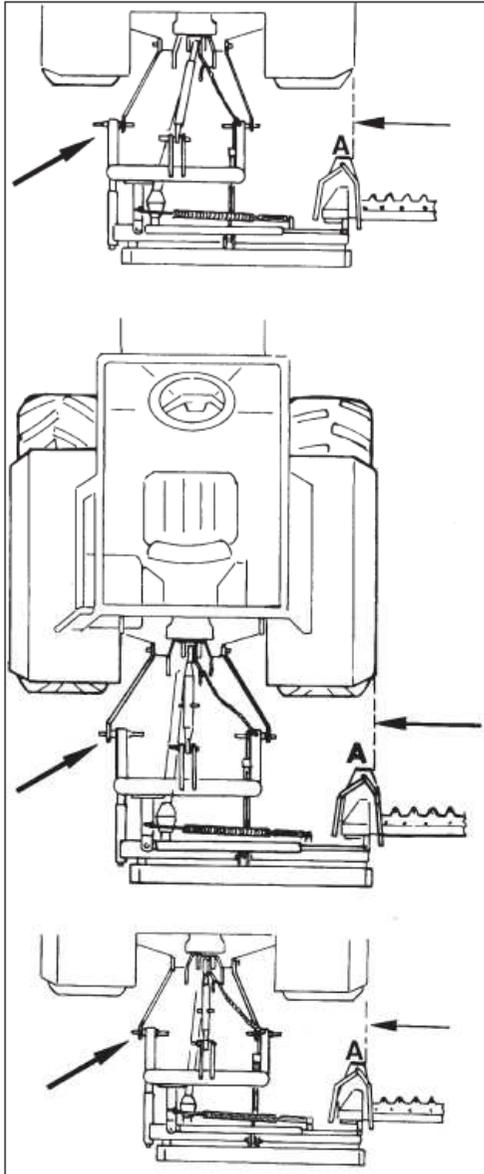
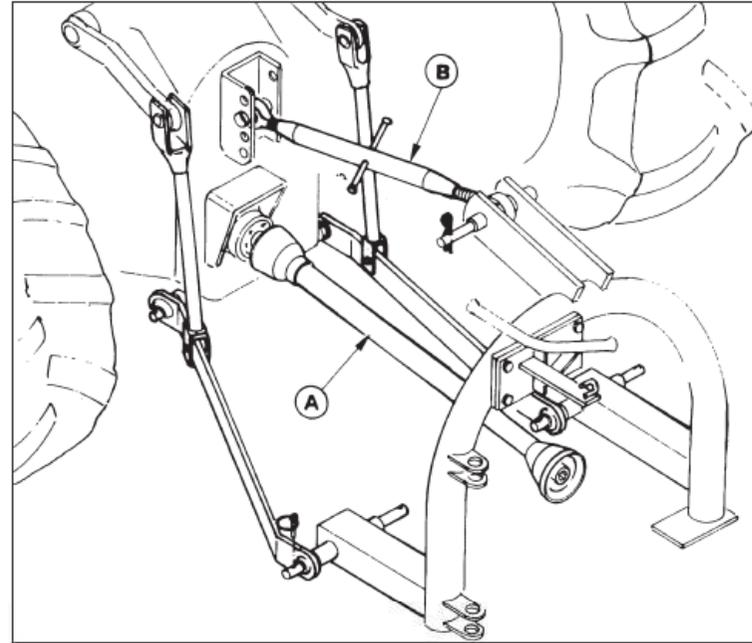
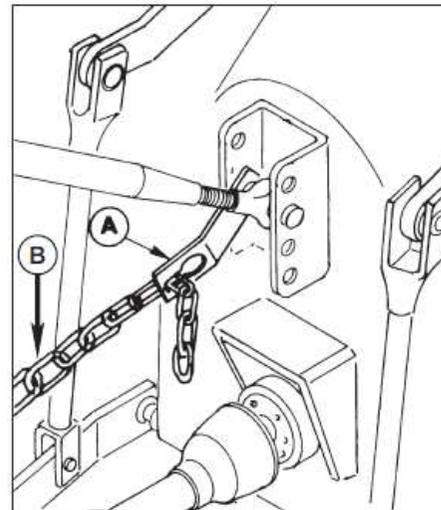

FIG. 4.2
FIG. 4.3
FIG. 4.4
Secondo la carreggiata del trattore utilizzare i perni interni od esterni in modo che la slitta interna della barra (A) si trovi all'interno della ruota del trattore (Fig. 4.2).
Collegare l'albero cardanico (A) ed il braccio terzo punto (B) (Fig. 4.3). Inserire la piastra attacco catena (A) nel perno terzo punto (Fig. 4.4).
In alternativa per l'aggancio della catena (B) (Fig. 4.4) utilizzare il cavallotto in dotazione ad un foro della struttura del trattore, purchè si trovi all'incirca alla stessa altezza dell'attacco terzo punto.
IMPORTANT: According to the type of tractor you have use either internal or external pins "A" (see drawing below) so that internal skid of sickle bar mower "A" (Fig. 4.2) remains behind tractor wheel.
Connect P.T.O. shaft "A" and three point hitch top link "B" (Fig. 4.3).
Attach chain hitch plate to three point hitch (Fig. 4.4) (A) or use "U" bolt (supplied by us) to connect chainto tractor. Make sure that chain is connected at approximately same height of three point hitch and to a rigid location of tractor.
Según la anchura del carril del tractor, emplear los pernos internos y externos de forma que la corredera interna de la barra (A) se encuentre detrás de la rueda del tractor (Fig. 4.2). Conectar el árbol Cardán (A) y el brazo tercer punto (B) (Fig. 4.3). Introducir la plancha de enganche de la cadena (A) en el perno tercer punto (Fig. 4.4). O bien, para el enganche de la cadena (B) (Fig. 4.4) se puede emplear el perno de U en dotación, fijándolo a un agujero de la estructura del tractor, siempre que éste se encuentre aproximadamente a la misma altura del enganche tercer punto.
Selon l'écartement du tracteur, utiliser les pivots internes ou externes de façon à ce que le patin interne de la barre (A) se trouve à l'intérieur de la roue du tracteur (Fig. 4.2).
Raccorder l'arbre cardan (A) et le bras troisième point (B) (Fig. 4.3).
Insérer la plaque attache chaîne (A) dans le pivot troisième point (Fig. 4.4).
Comme alternative pour accrocher la chaîne (B) (Fig. 4.4) utiliser l'anneau de fixation fourni et l'accrocher à un orifice de la structure du tracteur à condition qu'il se trouve à peu près à la même hauteur que l'attache troisième point.
Agendo sul sollevatore, alzare la macchina e regolare la catena (Fig. 4.4) in modo che l'albero cardanico sia all'incirca in posizione orizzontale.
Levantar la máquina con el elevador y regular la cadena (Fig. 4.4) de forma que el árbol Cardán se encuentre más o menos en posición horizontal. La parte inferior del chasis se encontrará a unos 40 cm. del suelo (Fig. 4.5).
Using hydraulic lift raise sickle bar mower and adjust chain (Fig. 4.4) so that P.T.O. shaft is horizontal position.
En agissant sur l'élévateur, lever la machine et régler la chaîne (Fig. 4.4) de façon à ce que l'arbre cardan se trouve à peu près en position horizontale.